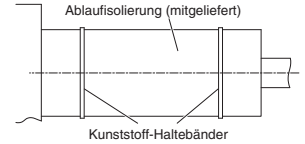

Abb. 3-25
- (2) Nach Kontrollieren des Ablaufs das mitgelieferte Abdichtmaterial und die Isolierung um das Rohr wickeln, dann mit den mitgelieferten Halteklammern sichern. (Abb. 3-25)